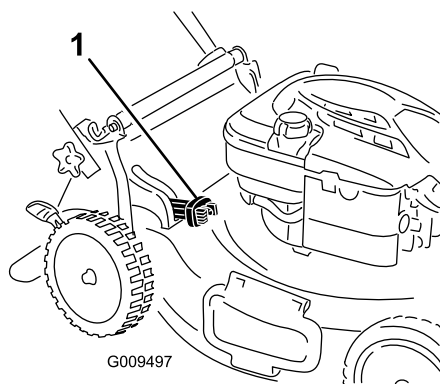

Рисунок 15
- Для сбора скошенной травы и листьев в мешок нажмите кнопку на рычаге сбора в мешок и двигайте рычаг вперед, пока кнопка на нем не вернется в исходное положение (Рисунок 15)